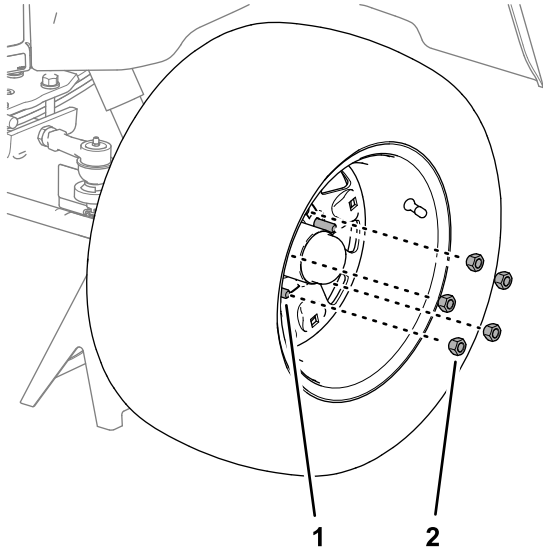

Figura 12
1. Alinhe os furos da roda da frente com as cavilhas do cubo da roda (Figura 12).
2. Monte a roda nas cavilhas com as 5 porcas de roda e aperte-as à mão (Figura 12).